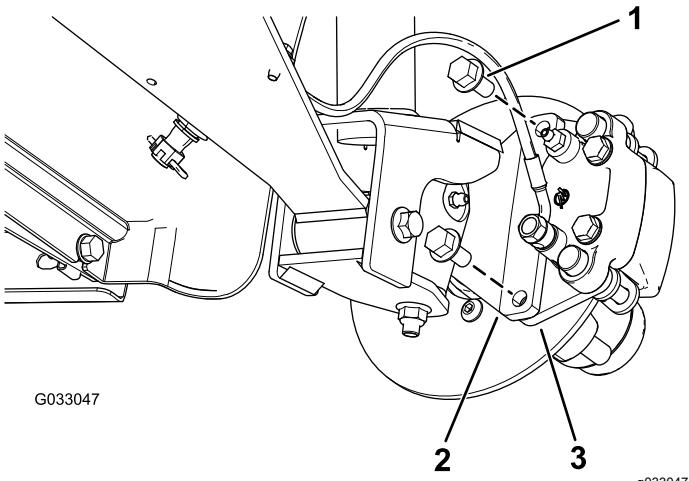
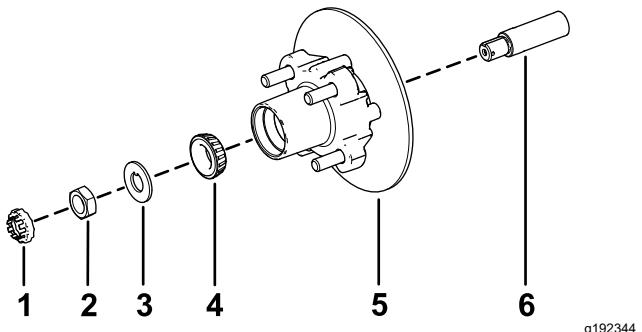

Figura 33
Figura 37
3. Retire los pernos con arandela prensada ( $\frac{3}{8}$ " x  $\frac{3}{4}$ ") que sujetan el soporte del conjunto de freno al eje y separe el freno del eje (Figura 33).
1. Aplique una ligera capa de grasa del tipo especificado en el eje (Figura 37).
2. Monte el cubo y el rotor en el eje con el rotor hacia dentro (Figura 37).
3. Monte el cojinete exterior en el eje y acople el cojinete al anillo de rodadura exterior (Figura 37).
4. Monte la arandela con pestaña en el eje (Figura 37).
5. Enrosque la tuerca en el eje y apriete la tuerca a 15 N·m, girando el cubo para asentar el cojinete (Figura 37).
2. Alinee las pastillas de freno en cada lado del rotor (Figura 33) y los taladros del soporte de la pinza con los taladros de montaje del freno de la mangueta (Figura 37).
3. Sujete el soporte de la pinza a la mangueta (Figura 33) usando los 2 pernos con arandela prensada ( $\frac{3}{8}$ " x  $\frac{3}{4}$ ").